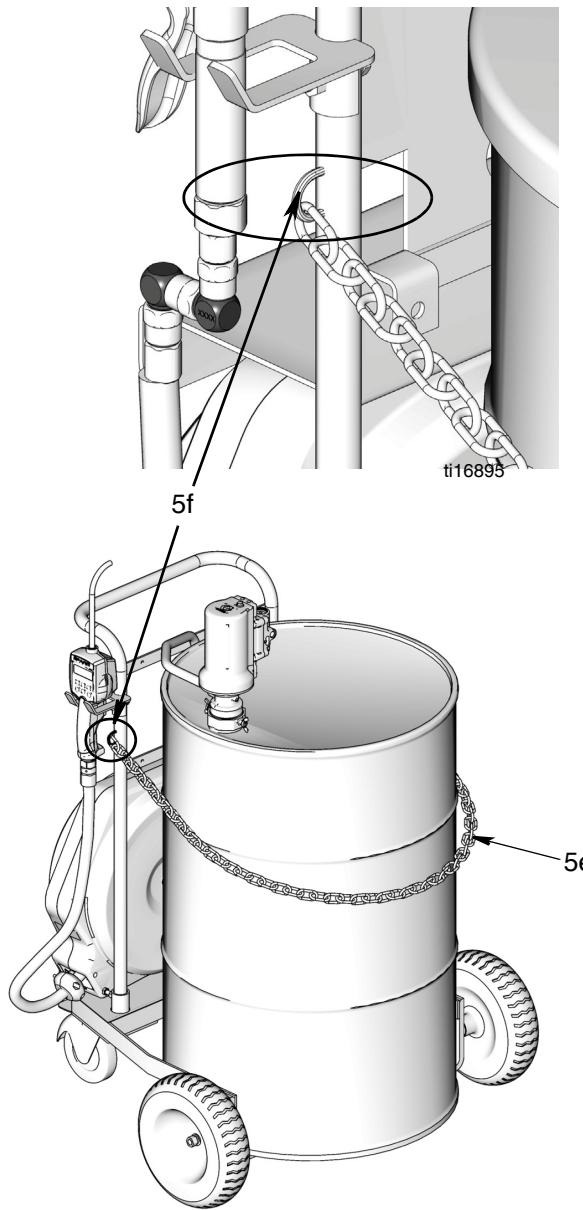

Рис. 34
- Обмотайте цепь (5e) вокруг бочки, как показано на Рис. 34. Выберите цепь, длина которой соответствует размеру бочки. Закрепите концы цепи в двух проушинах (5f).